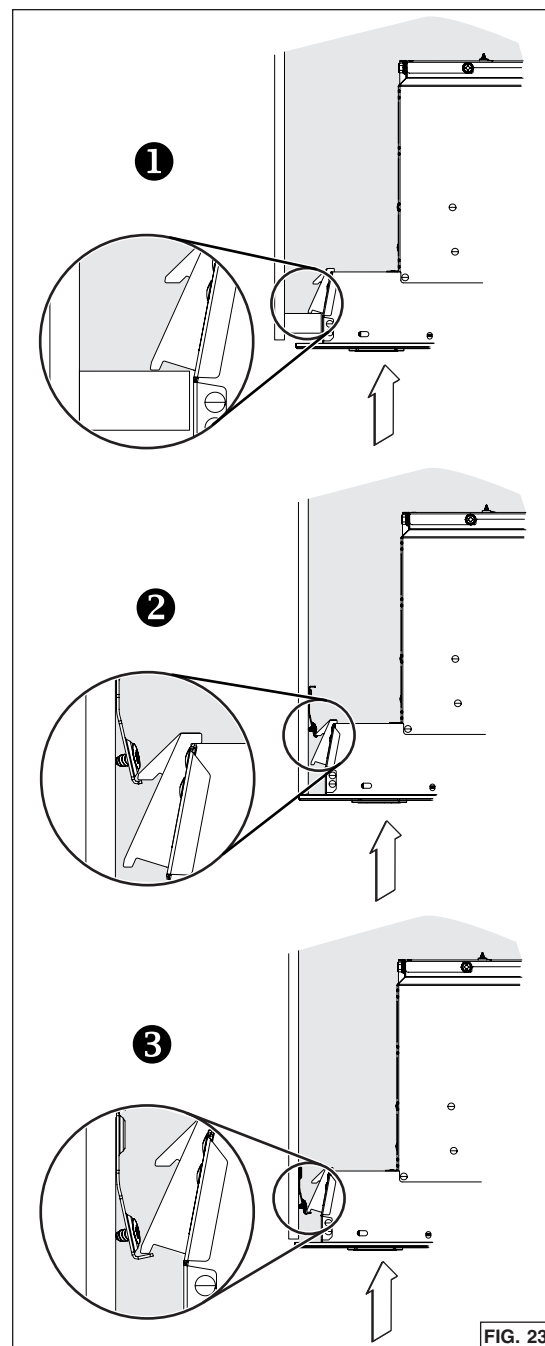

FIG. 23
2. Insertar el aparato en el gabinete hasta que sentir un click a ambos lados del aparato, confirmando que los ganchos Ease of Install están apoyando en la parte superior de los lados de la base del gabinete ❶, o sobre los bordes de los soportes de gabinete ❷ o ❸ (FIG. 23). Mover el aparato de izquierda a derecha, de delante hacia atrás y levantarlo para comprobar que los ganchos Ease of Install retienen el aparato en el gabinete.